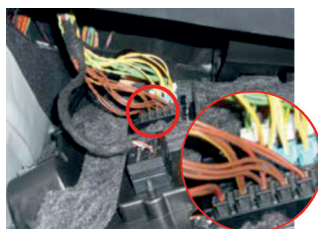

Рис. 2
2. У дистрибьютора, расположенного на горизонтальном кожухе, слева в ногах водителя (см. рисунок 2).